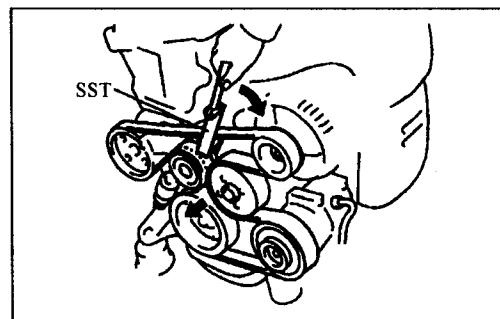

图 1-6
- 7)拆风扇和发动机 V 形多楔带。如图 1-6 所示,用专用工具(SST 09249-63010)慢慢顺时针转动皮带张紧器,超过 3 个刻度,拆下皮带。
- 8)安装风扇和发电机 V 形多楔带(见图 1-6)。用专用工具(SST 09249-63010)慢慢顺时针转动皮带张紧器,超过 3 个刻度,装上皮带。